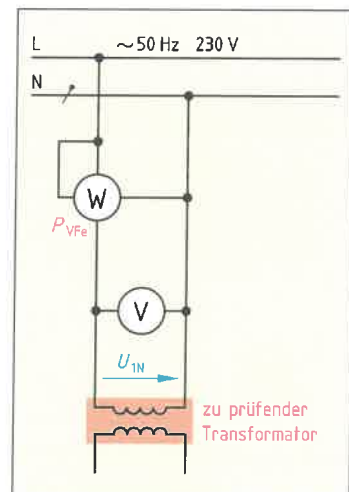

Bild 1: Ermittlung der Eisenverluste
4. Beschreiben Sie mithilfe von Bild 1, wie die Eisenverluste (Kernverluste) P_{VFe} eines Transformators ermittelt werden.